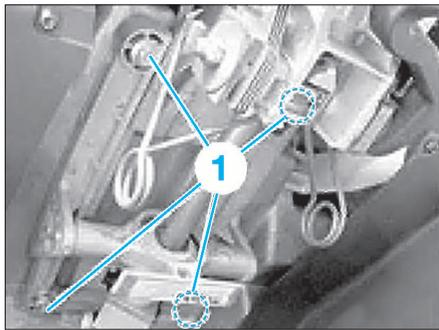

FIG. 11
- Déposer les 4 vis (1) (Fig.11) puis la colonne de direction.